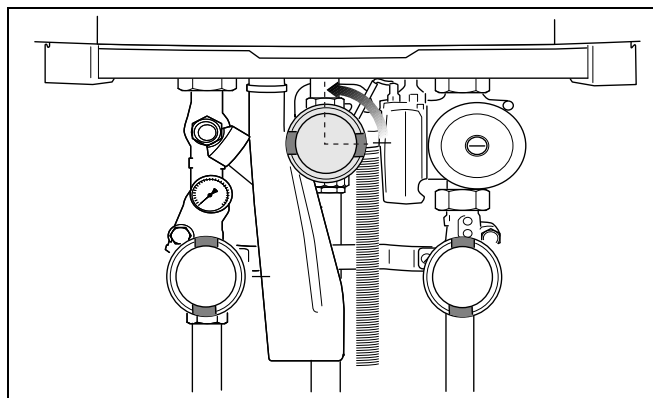

Fig. 72 Deschideți robinetul de gaz
- Deschideți încet robinetul de gaz. Pentru aceasta apăsați robinetul de gaz și rotiți $\frac{1}{4}$ de tura la stânga (fig. 72).
- Deschideți din nou robinetul de gaz. Pentru aceasta apăsați robinetul de gaz și rotiți-l $\frac{1}{4}$ de tura la stânga (fig. 72).